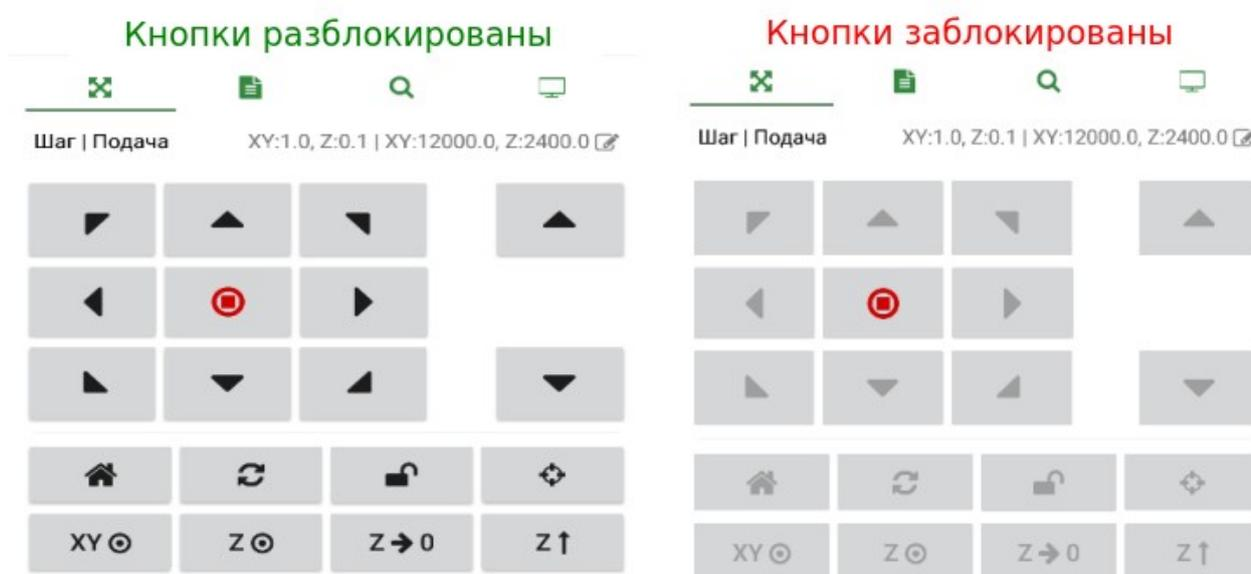

Рисунок 4: Разблокированные и заблокированные кнопки
- 2) Подключите приложение к контроллеру, для чего в шапке приложения нажмите кнопку  и выберите из списка соответствующее имя. В случае успешного подключения под названием приложения в шапке отобразится имя подключенного Bluetooth-устройства, а **во вкладке ручного перемещения разблокируются клавиши** (см. рис. 4).
Важно! Если в пункте 2 после подключения к контроллеру по Bluetooth кнопки ручного перемещения остаются заблокированными (см. рис. 4) — вероятно, контроллеру не удалось выполнить настройку Bluetooth-модуля, и требуется перезагрузка устройства по питанию.